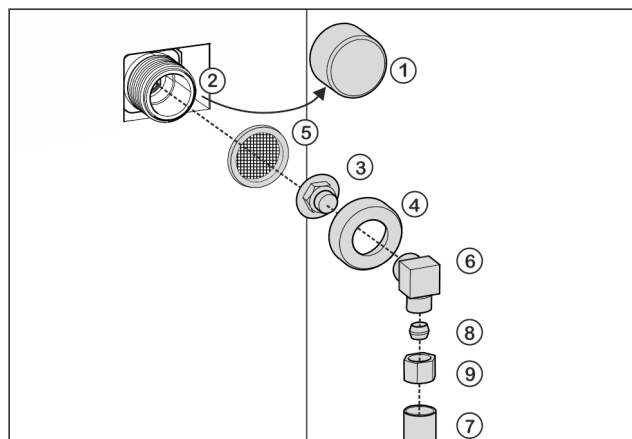

Fig. 50
- Enlever le bouchon Fig. 50 (1) de l'électrovanne Fig. 50 (2).
- Insérer la pièce de raccordement Fig. 50 (3) dans l'écrou-raccord Fig. 50 (4).
Montage incorrect du filtre à eau Fig. 50 (5) !
- Insérer le filtre à eau Fig. 50 (5) avec la cavité dirigée vers le bas en direction de la pièce de raccordement Fig. 50 (3).
- Raccorder l'écrou-raccord Fig. 50 (4) à l'électrovanne Fig. 50 (2) et serrer à bloc.
- Visser Fig. 50 (6) le coude.
- Raccorder la conduite d'eau Fig. 50 (7) (par exemple en cuivre) à l'aide de la bague de serrage Fig. 50 (8) et de l'écrou Fig. 50 (9) au coude Fig. 50 (6).
- Fixer la conduite d'eau Fig. 50 (7) à l'aide de l'étrier d'arrêt à la structure le cas échéant.
- Mettre le coude Fig. 50 (6) de côté.
- Raccorder la conduite d'eau Fig. 50 (7) (par exemple en cuivre) à l'aide de la bague de serrage Fig. 50 (8) et de l'écrou Fig. 50 (9) à la pièce de raccordement Fig. 50 (3).